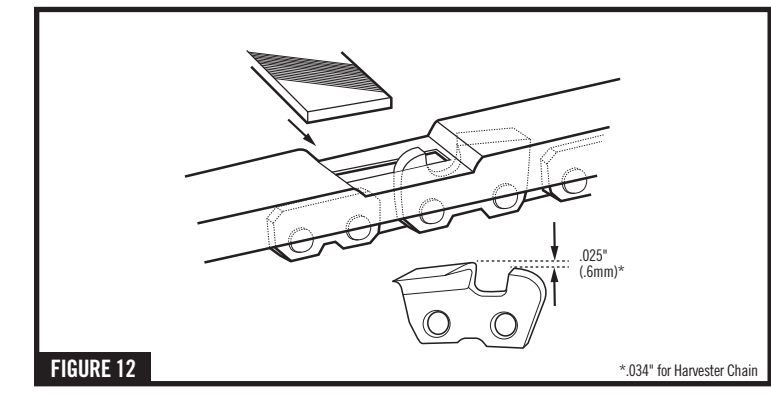

FIGURE 12
2. If the cutter's depth gauge extends above the slot in the depth gauge, file the cutter's depth gauge down until it is level with depth gauge tool. Make sure to keep the round profile on the front of the cutter's depth gauge (Figure 12).
2. Si la jauge de profondeur de la chaîne coupante dépasse la fente de la jauge de profondeur, limez le bas de la jauge de profondeur de la chaîne jusqu'à ce qu'elle soit de niveau avec la jauge de profondeur. Veillez à ce que le profil de l'avant de la jauge de profondeur de la chaîne coupante reste rond (Figure 12).
2. El ancho de via de profundidad de dispositivo mordaz debe estar al nivel de la herramienta de ancho de via de profundidad. Si el cütter se extiende de arriba del guía, presente afilar abajo con el nivel con la herramienta de ancho de via de profundidad. Mantenga el perfil de redondo sobre el delantero del ancho de via de profundidad del cütter (Figure 12).